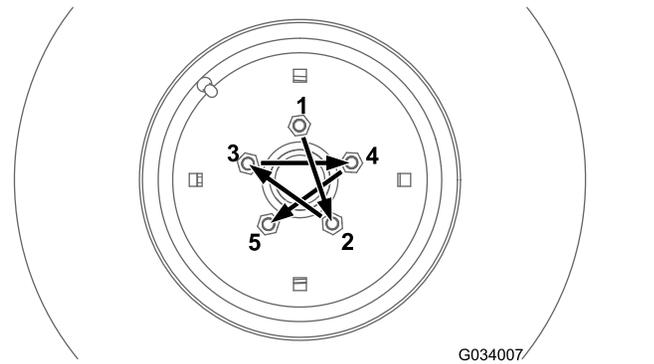

Figura 64
Serrate i dadi delle ruote anteriori e posteriori (solo macchine con trazione integrale) secondo lo schema illustrato nella Figura 64 e nella Figura 65 alla coppia specificata.
- Ruote anteriori: fate riferimento a Figura 64